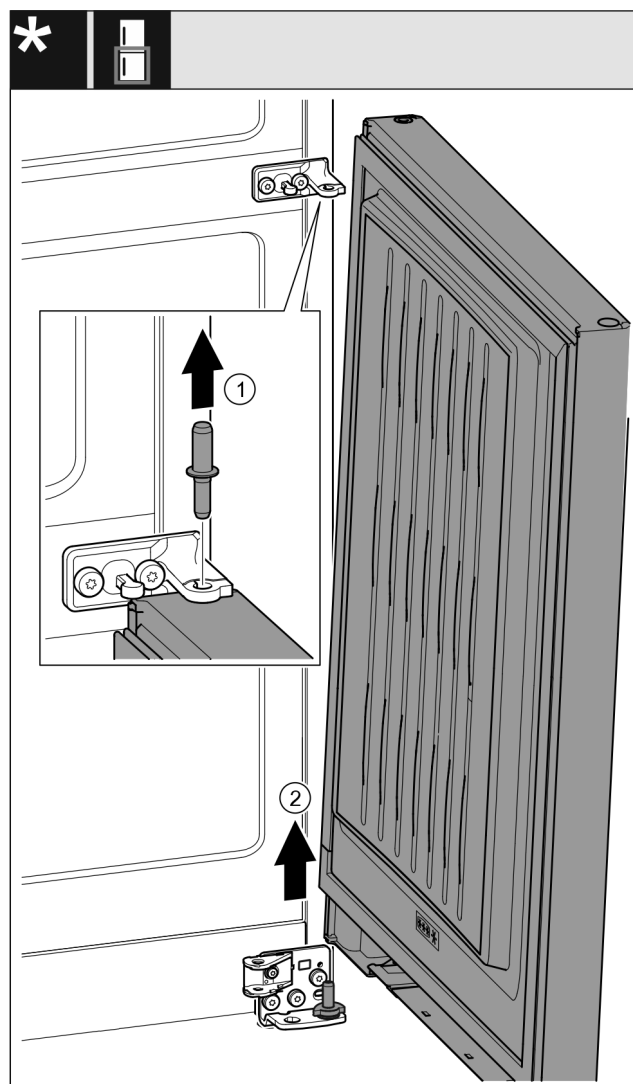

Fig. 25 *
- Træk bolten Fig. 25 (1) op og ud.*
- Sving døren Fig. 25 (2) ud, træk den op, og læg den til side.*